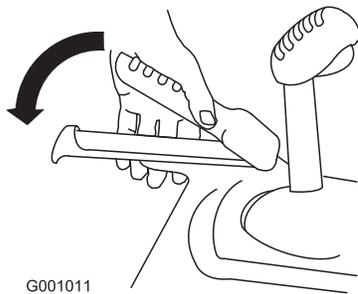

Figure 34
2. Engagez le levier de commande de déplacement et maintenez-le en place (Figure 34).